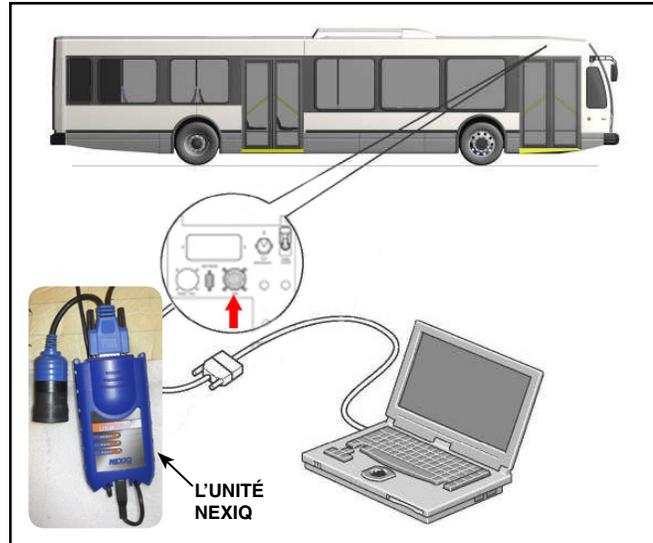

Figure C7 - Connection de l'ordinateur portable
1. Brancher l'unité Nexiq entre l'ordinateur portable et le port de diagnostic du panneau supérieur gauche. Voir Figure C7.